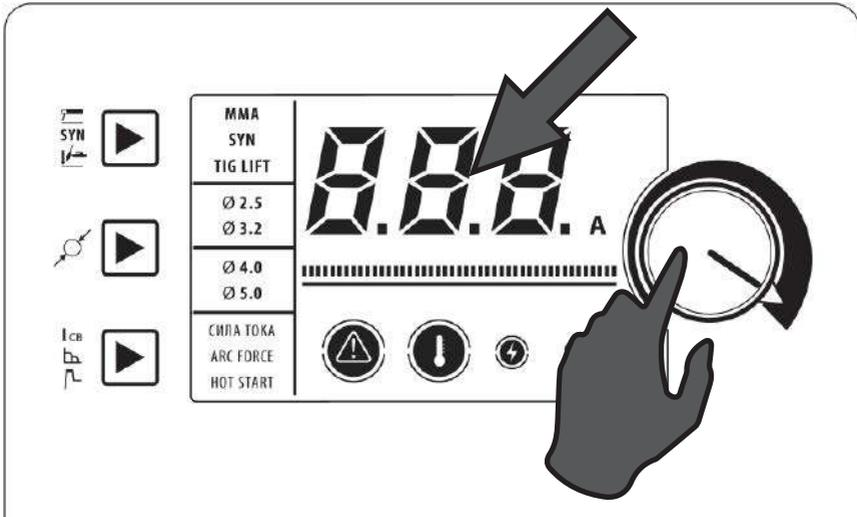

Рис. 9.1.2. Установка силы тока.
5. Установите необходимое значение силы тока (см. рис. 9.1.2) регулятором (см. рис. 6.1.1, поз. 5). Сила тока выбирается в зависимости от толщины свариваемого металла и диаметра неплавящегося электрода (см. таблицу 10.10.3).